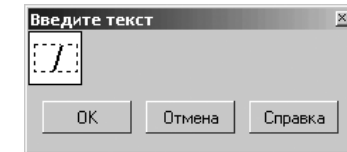

Рис. 5.23. Диалоговое окно **Введите текст**
- поле **Текст** вызывает диалоговое окно **Введите текст**, в котором Вы можете ввести нужную надпись (рис. 5.23);